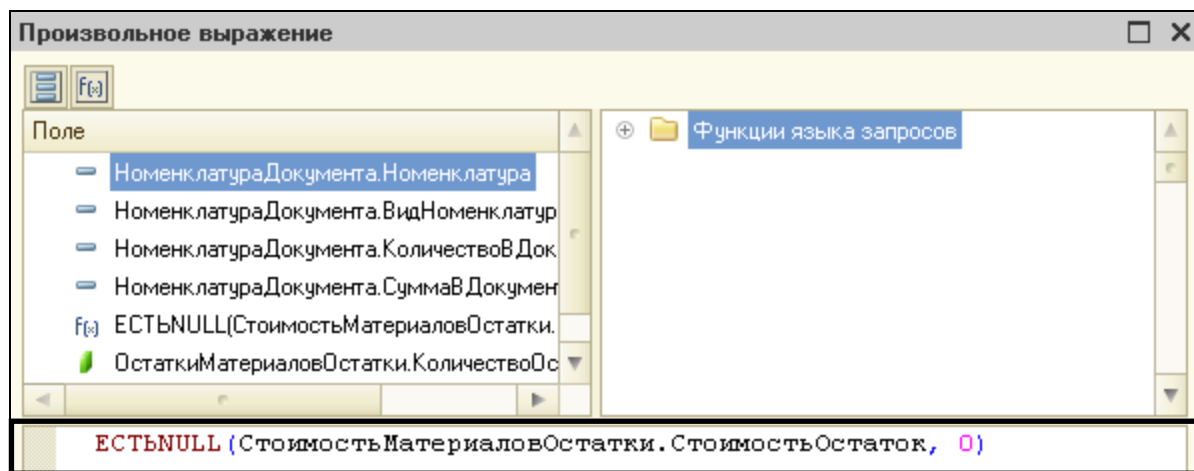

Рисунок 5.19 Произвольное выражение
2. В открывшемся окне изменить значение поля в запросе (рис. 5.19).